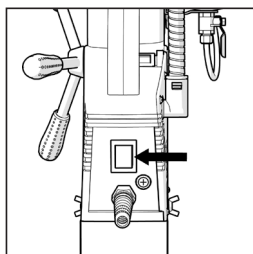

Fig. 4
- Actionnez l'interrupteur rouge (**Fig. 4**) situé à l'arrière de la machine pour magnétiser l'aimant.